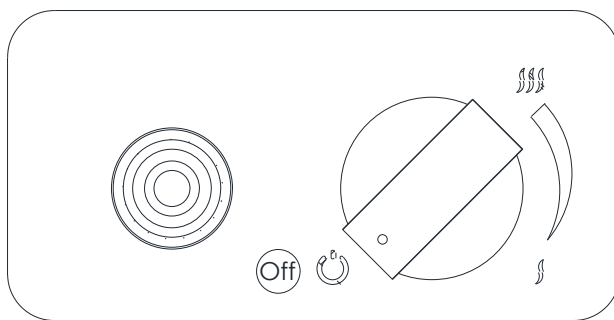

Fig 14 – Mise à l'arrêt de l'appareil
- Pour éteindre l'appareil, appuyez et tournez simultanément le bouton dans le sens des aiguilles d'une montre (Fig 14). L'alimentation en gaz sera coupée et la flamme du brûleur sera éteinte.